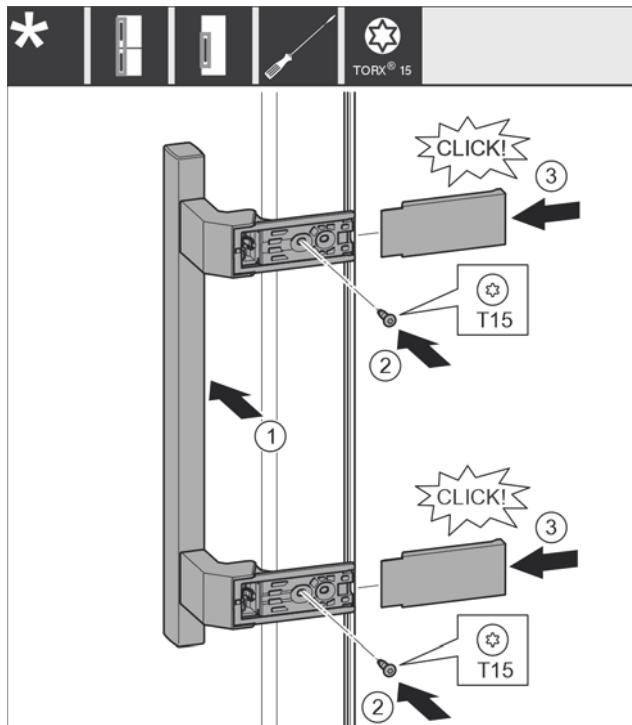

Fig. 20
- Установите ручку на противоположной стороне. Fig. 20 (1)
- Затяните винты отверткой T15. Fig. 20 (2)
- Установите крышки сбоку и надвиньте их. Fig. 20 (3)